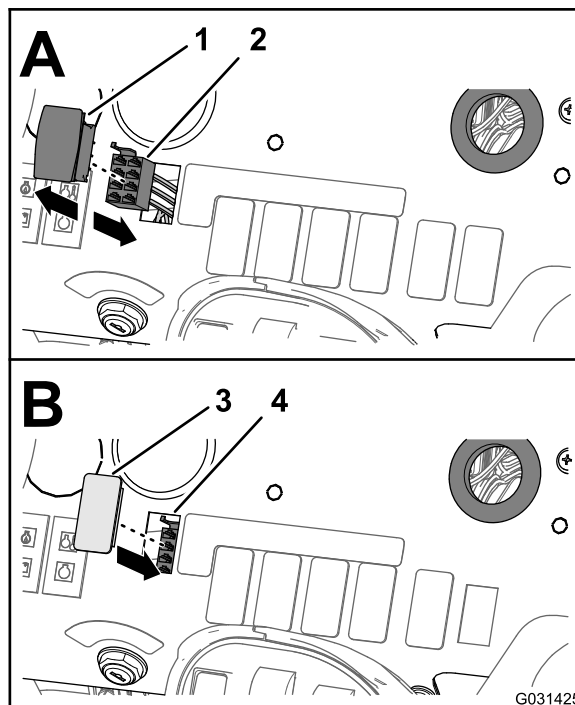

Рисунок 43
2. Отсоедините 8-гнездовой разъем (с маркировкой RATE SWITCH [ПЕРЕКЛЮЧАТЕЛЬ ИНТЕНСИВНОСТИ ОПРЫСКИВАНИЯ]) переднего жгута проводов машины от 8-штыревого разъема переключателя (Рисунок 43).
4. Совместите заглушку переключателя с отверстием в приборной панели, откуда был извлечен переключатель интенсивности опрыскивания (Рисунок 43).
5. Вставьте заглушку переключателя в приборную панель до срабатывания защелки, которая надежно зафиксирует заглушку в панели (Рисунок 43).
1. Под нижней частью приборной панели машины сожмите вместе фиксирующие выступы переключателя интенсивности опрыскивания и вытолкните его вверх из приборной панели (Рисунок 43).